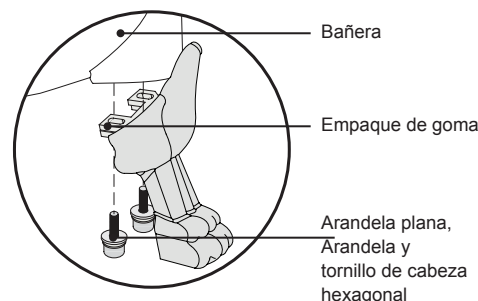

Figura 2. Garra Pies de instalación
- ❶ Gire el baño boca abajo sobre una cubierta protectora y fije las cuatro (4) pies de garra a la bañera (Figura 2).
- ❷ Utilizando una arandela plana, la arandela y el perno de cabeza hexagonal, coloque los pies de garra a la bañera. Repita este paso para las otras tres pies de garra (3).
- ❸ Una vez que los cuatro (4) pies han sido instaladas, utilice una llave Allen (incluida) y apriete todas las piezas de montaje.
- ❹ Coloque el pie de baño en la cubierta protectora.